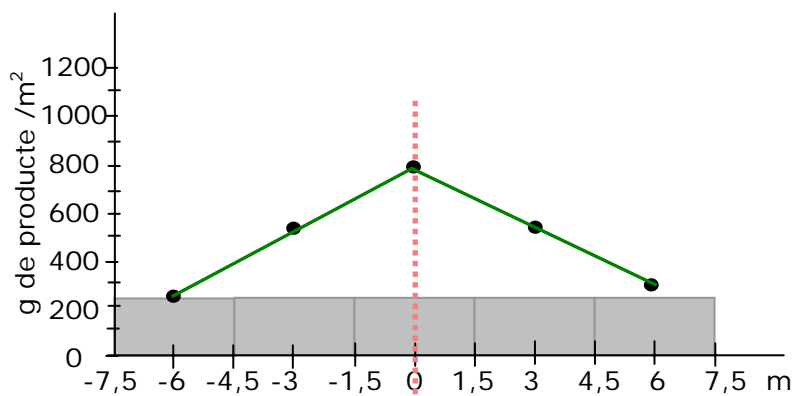

Figura 2.- Exemple d'un patró de distribució resultant
8. Representa gràficament els resultats obtinguts (Figura 2) per tal de comprovar si el patró de distribució és correcte.